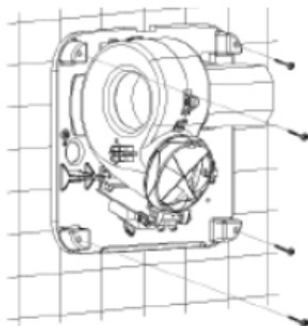

Abb. 7
3. Befestigen Sie die Basis des Trockners mit den 4 mitgelieferten Schlossschrauben fest an der Wand (siehe Abb. 7).